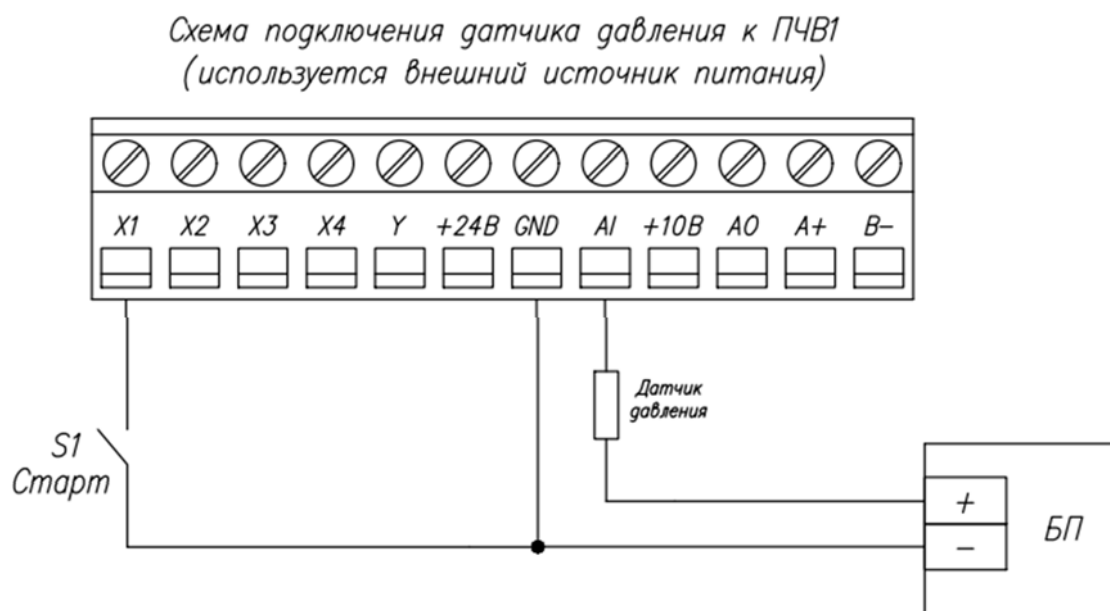

Рисунок 3. Схема подключения датчика давления к ПЧВ (используется внешний источник питания)
- С использованием внешнего источника питания (Рис. 3)